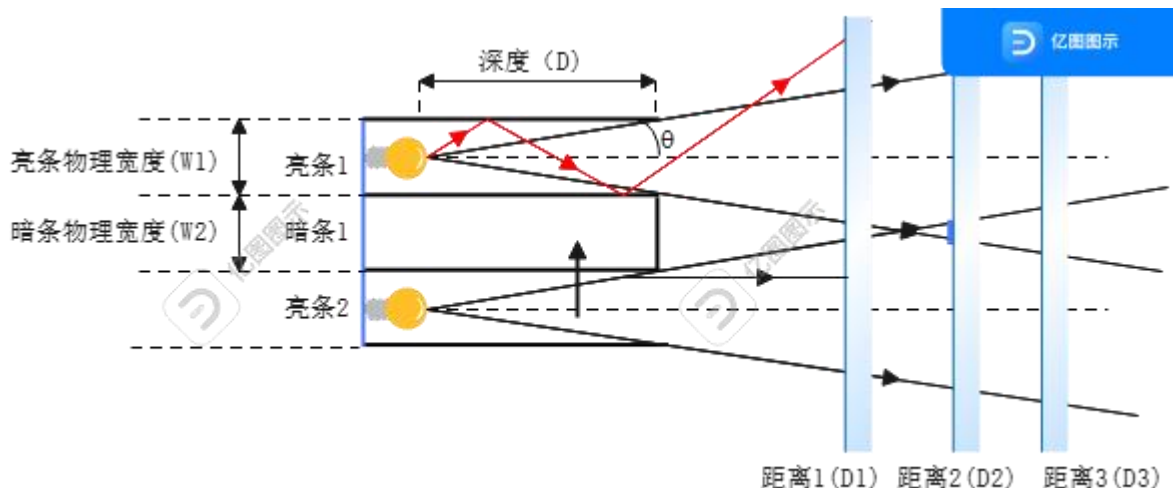

图 2
Demo 目前效果如图 2 所示：
设计原理如图 2 所示
- 当  $2D \cdot \tan(\theta) \geq (W1 + W2)$ ，亮条纹边缘之间就会出现重叠(如图 2 中 D2 距离处的蓝色区域)，这样导致图像对比度降低，边缘模糊。
- 当  $2D \cdot \tan(\theta) < (W1 + W2)$ ，亮条纹边缘之间则不会出现重叠(如图 2 中 D1 处则没有重叠)。